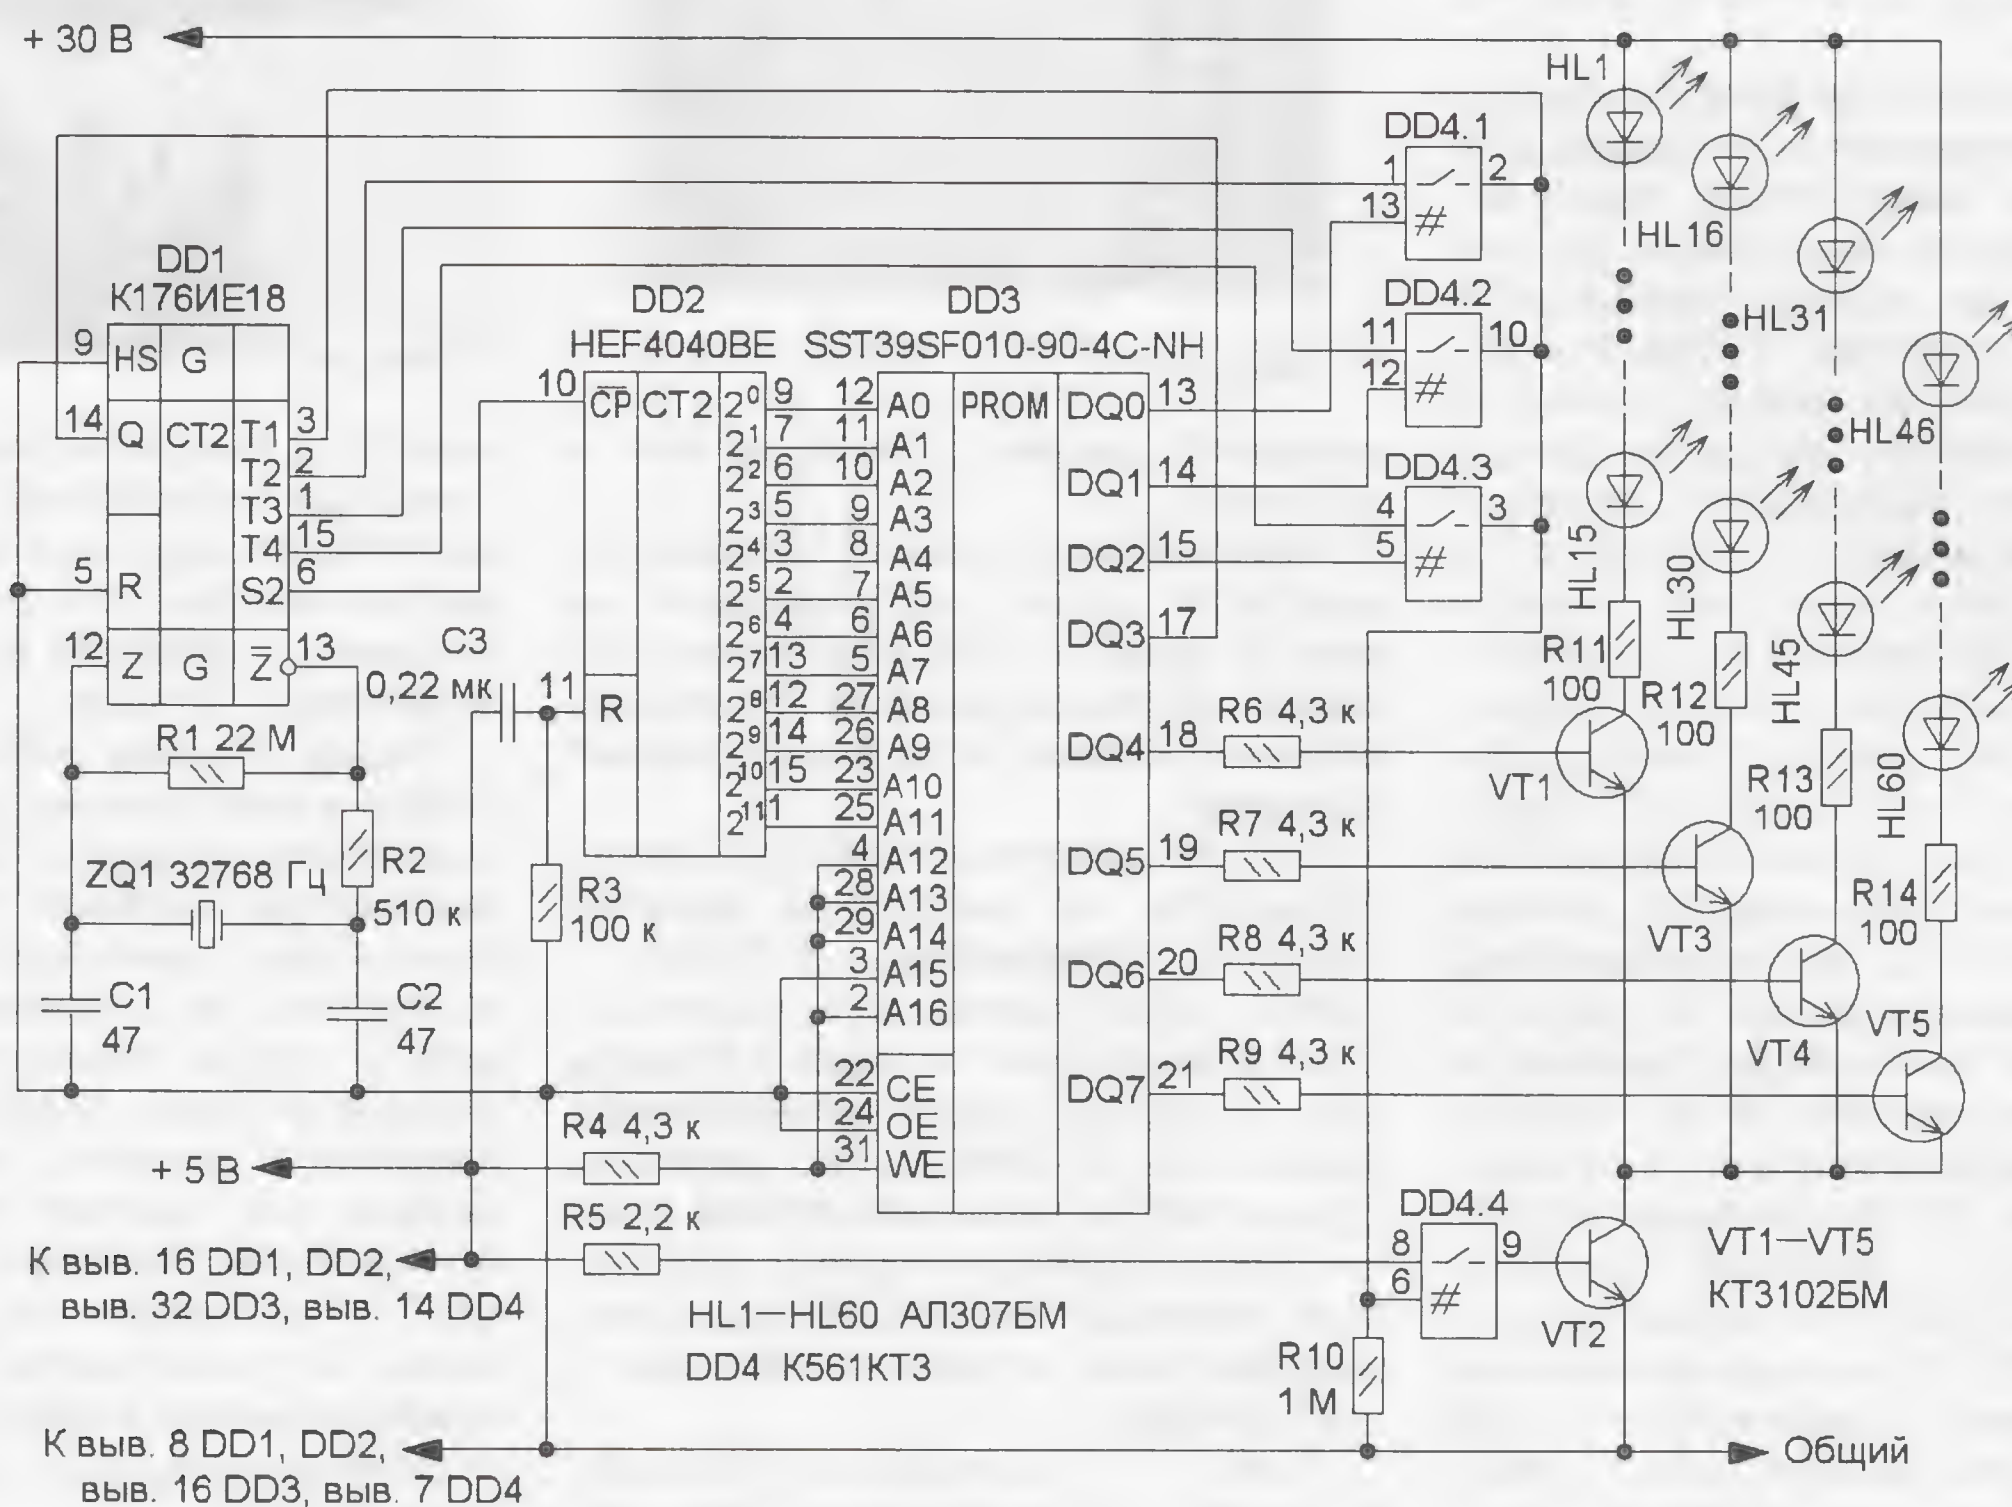

Рис. 1
**В** состав устройства (рис. 1) входят генератор прямоугольных импульсов на микросхеме DD1, частота которого стабилизирована кварцевым резонатором ZQ1, двоичный двенадцатиразрядный счётчик DD2, EEPROM DD3, где хранится программа автомата, и ключи, построенные на микросхеме DD4 и транзисторах VT1—VT5, переключающих четыре гирлянды на светодиодах HL1—HL60. RC-цепь R3C3 устанавливает счётчик DD2 в нулевое состояние при включении устройства, резисторы R11—R14 токоограничивающие.